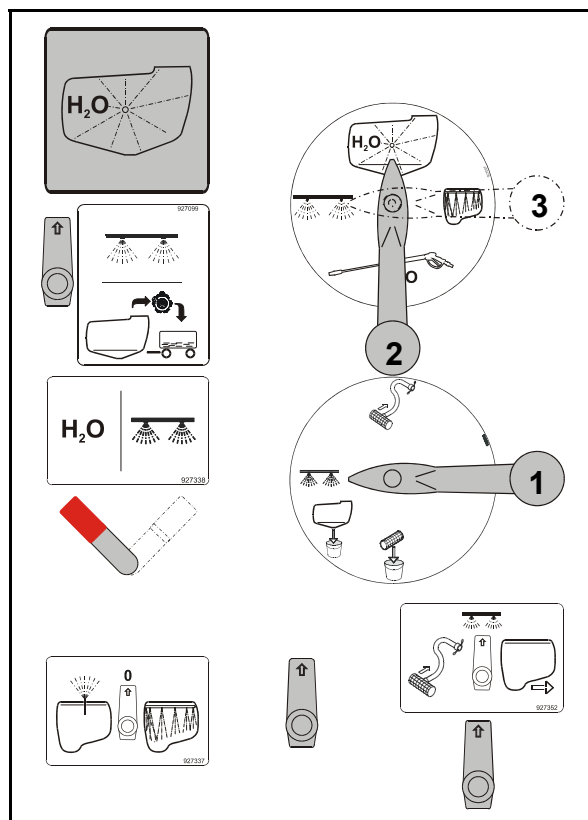

Bild 212
5. Placera VARIO-kran-sug (Bild 212/1) i position "**Sprutning**".
6. Placera VARIO-kran-tryck (Bild 212/2) i position "**Invändig tankrengöring**" och låt vattnet cirkulera några minuter i systemet.
7. Flytta VARIO-kran-tryck ett flertal gånger mellan position "**Invändig tankrengöring**" (Bild 212/2) och "**Sprutning**" (Bild 212/3). På så sätt spolas alla komponenter med rent vatten.
9. Placera VARIO-kran-tryck i position "**Sprutning**" (Bild 212/3) spruta ut vattnet från spruttanken via rampen.